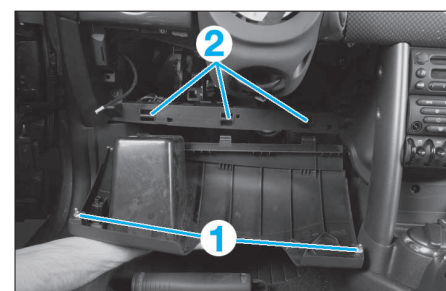

FIG. 6
- Déclipser les clips supérieurs (1) du casier de rangement conducteur (Fig.6) le pivoter puis déclipser sa partie inférieure (2).